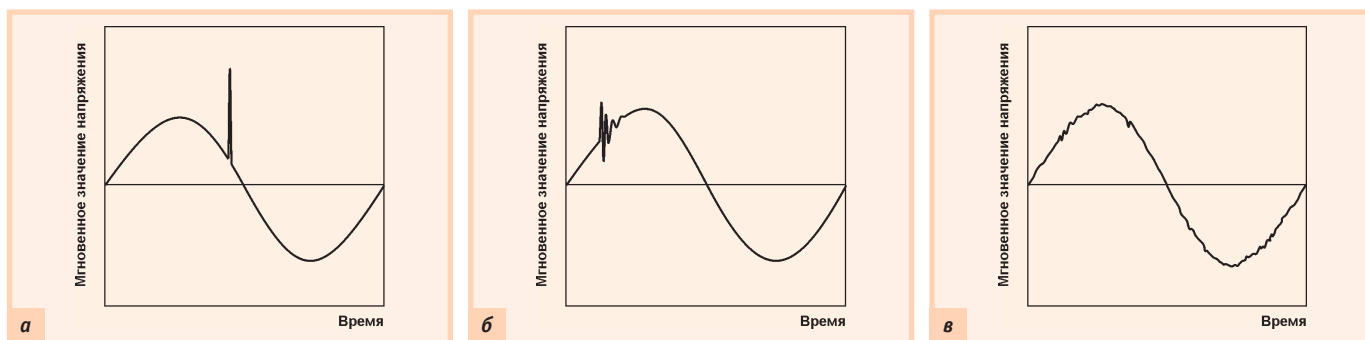
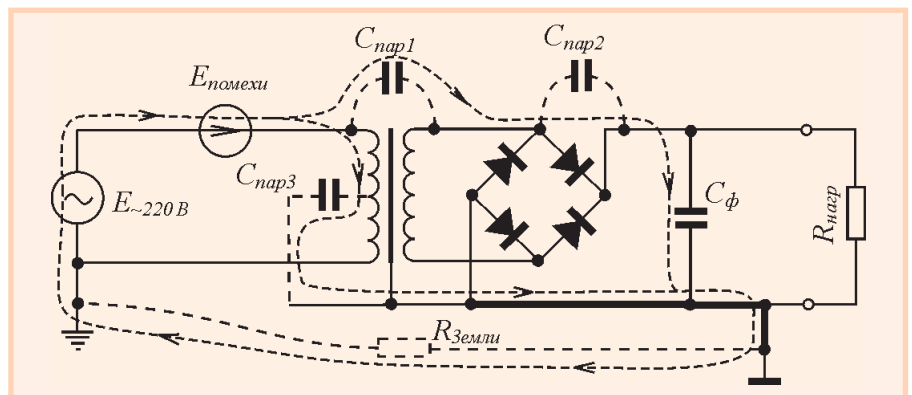
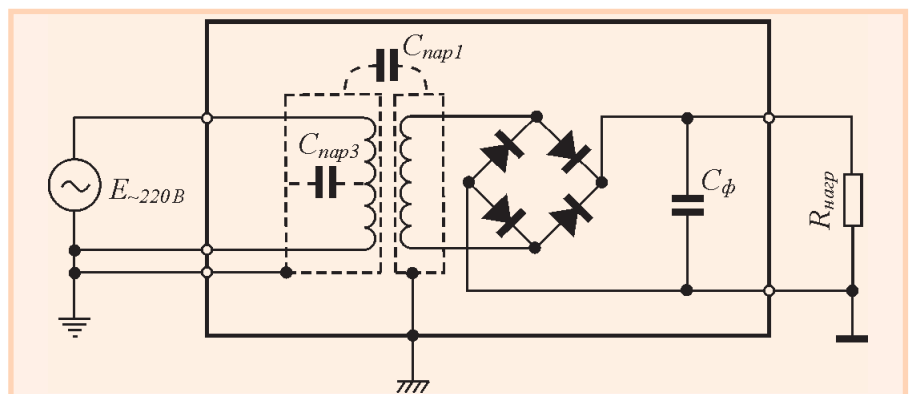

Рис. 10. Виды помех, проникающих из сети питания: а — от разряда молнии; б — при переключении индуктивной нагрузки; в — от радиостанций
Рис. 12. Путь проникновения помехи из сети 220 В (50 Гц) в систему заземления и общий провод источника питания
Рис. 13. Источник питания с тремя типами земель (слева направо): защитной, экранированной и сигнальной
- выбросы напряжения от разряда молнии (рис. 10 а);
- кратковременные затухающие колебания при переключении индуктивной нагрузки (рис. 10 б);
- высокочастотный шум (например, помеха от работающей радиостанции), наложенный на синусоиду 50 Гц (рис. 10 в);
Путь проникновения сетевой помехи показан на рис. 12. Силовой или развязывающий трансформатор включён в сеть 220 В (50 Гц). Сеть представлена эквивалентным источником напряжения сети $E_{220В}$ и эквивалентным источником помех $E_{\text{помехи}}$, описанными ранее. Нулевой провод источника сетевого напряжения заземлён на главном щите у ввода в здание. Если выход источника питания тоже заземлён, что часто необходимо для целей электро-безопасности, то возникает путь протекания тока помехи, показанный на рис. 12, включающий сопротивление земли между двумя заземлителями $R_{\text{земли}}$. Основным звеном в этой цепи является паразитная ёмкость между обмотками силового трансформатора $C_{\text{пар1}}$, для уменьшения влияния которой часто используют заземлённый электростатический экран (рис. 13). Ток помехи протекает по общему проводу источника питания и заземлителю (рис. 12), создавая на их сопротивлении падение напряжения помехи, о котором речь пойдёт в следующих разделах (на рис. 12 эти участки цепи выделены жирной линией). Ток помехи фактически может замыкаться не на подстанции, а через внутреннее сопротивление других электроприборов, подключённых к электрической сети, а также через ёмкость кабеля.
Путь тока помехи через ёмкость между первичной обмоткой трансформатора и его заземлённым сердечником $C_{\text{пар3}}$ показан на рис. 12. Этот ток также протекает через общий провод источника питания и заземлитель. Наличие ёмкости приводит к тому, что незаземлённые электроприборы «бьют током». При отсутствии заземления потенциал металлического корпуса приборов, подключённых к сети 220 В, составляет от нескольких десятков до 220 В в зависимости от сопротивления утечки на землю. Поэтому корпуса приборов, включённых в сеть 220 В, должны быть заземлены.
Для уменьшения проникновения помехи в источниках питания используют раздельное экранирование первичной и вторичной обмоток трансформатора, а также разделение сигнальной и корпусной земли (рис. 13). На рисунке сплошной жирной линией нарисован металлический корпус прибора, кружочки обозначают клеммные соединители. Методы соединения различных земель между собой будут описаны далее (см. раздел «Методы заземления»).
В линиях электропередачи разряд молнии принимается на экранирующий провод, который отводит молнию в землю через заземлитель. Экранирующий провод протягивают над фазовыми проводами, однако на фазовых проводах наводится импульс эдс вследствие явления электромагнитной индукции. Этот импульс проходит на трансформаторную подстанцию, где ослабляется искровыми разрядниками. Остаточный импульс проходит в потребительскую линию (рис. 10 а) и через силовой трансформатор — в цепи заземления систем автоматизации (рис. 12).